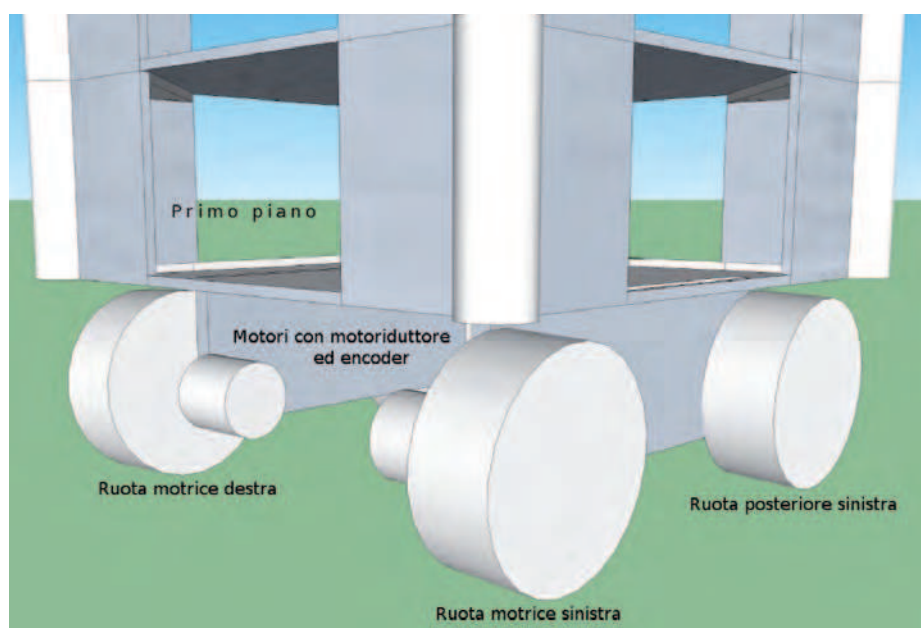

Figura 7: prospettiva 3D del piano di locomozione del robot.
- Il primo piano (**figura 7**) è il piano di locomozione ed è sensibilmente più alto, possiede 2 motori opportunamente dimensionati, 4 ampie ruote di cui 2 motrici, un ponte H per il controllo della direzione dei motori ed un sistema di controllo della logica sempre basato su scheda Freedom con un PIC 18f4580.